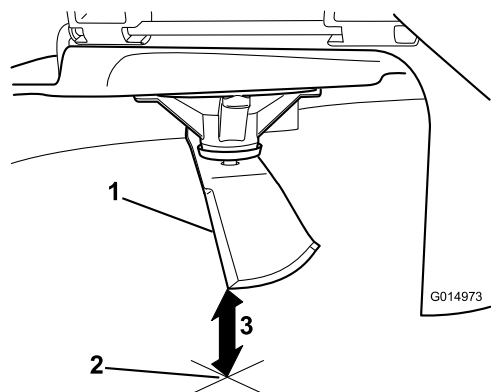

Bild 63
5. Messen Sie von der Messerspitze bis zu ebenen Fläche (**Bild 63**).